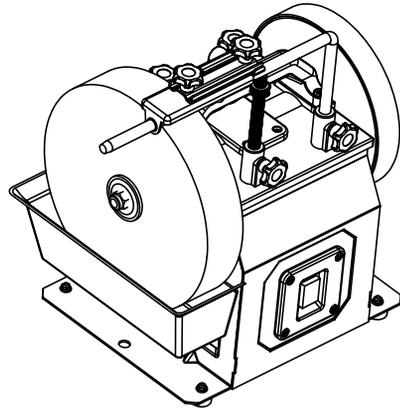

Figure 10
- Lorsque la taille de la meule ne fait plus que 8 po (20,3 cm), placez le réservoir dans le logement supérieur en le fixant dans la fente supérieure (voir figure 10).